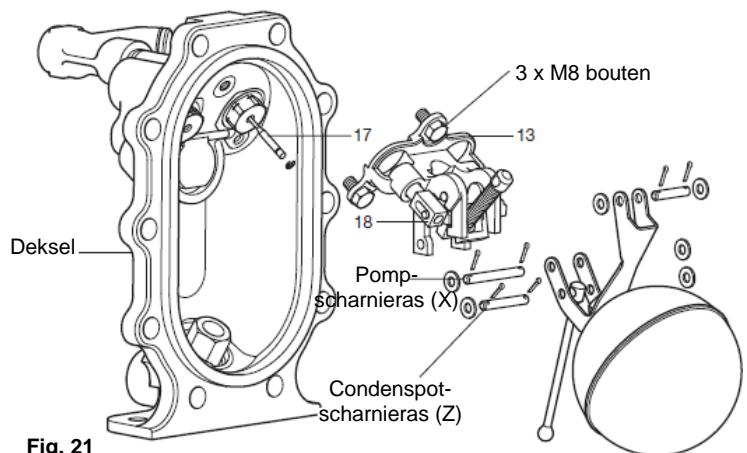

Fig. 21
10. Het is het gemakkelijkst om de vervang-assen in de volgende volgorde te plaatsen (fig. 21)